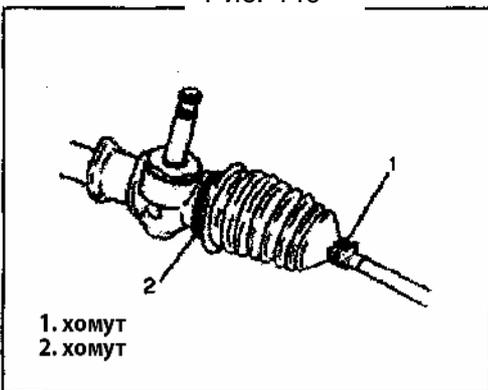

Рис. 441
- 4) Снимите хомуты пыльника (Рис. 441).